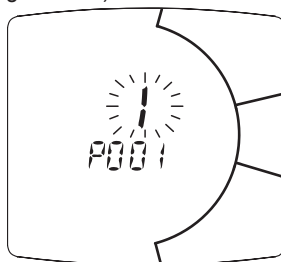

Figura 5.58
- Premere per più di 10 secondi il pulsante  per entrare nella programmazione dei parametri. (Figura 5.58).